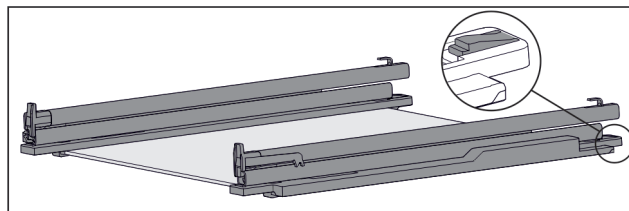

Fig. 49 Skleněná deska s kolejničkami a přídržnými díly
- ▶ Přídržný díl vzadu stlačte dolů (viz Fig. 49) a současně zasuňte kolejničku dozadu.